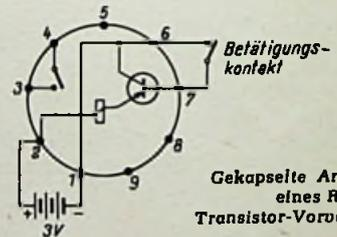

Bild 2. Gekapselte Anordnung eines Relais mit Transistor-Vorverstärker
Soll die Relais-erregung durch Schließen eines äußerst schwach belastbaren Kontaktes (z. B. Zeigerkontakt eines Meßinstrumentes) erfolgen, empfiehlt sich die Verwendung der Type 595 HS (B). Sie arbeitet mit einer einzigen Spannungsquelle von 3 V_~. Solange der Erregerkreis offen ist (keine Verbindung zwischen den Sockelstiften 6 und 7 in Bild 2), fließt ein vernachlässigbar kleiner Strom (wenige μA), der bei geschlossenem Erregerkreis auf 4 mA - bzw. auf 40 mA im Relaiskreis - ansteigt. Ausführung B verfügt nur über einen Arbeitskontakt, dessen Belastbarkeit der Ausführung A entspricht.